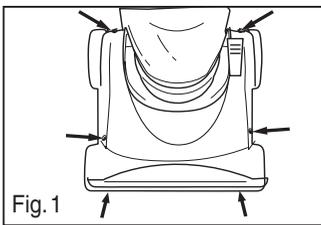

Fig. 1
- Pise el pedal interruptor de alimentación para encender la aspiradora (Fig. 1). Para pasar la aspiradora, ponga el pie en la cubierta del cepillo de rodillo y jale el mango hacia atrás para colocarlo en posición.
- Retire los 4 tornillos de la cubierta del cepillo de rodillo y 2 tornillos de la placa base (Fig. 1).